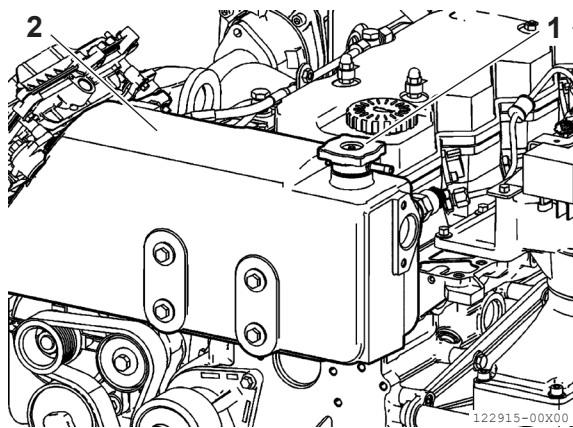

Figura 9
2. Abra el depósito de expansión (**Figura 9 [2]**) y el tapón de llenado de refrigerante (**Figura 9 [1]**).